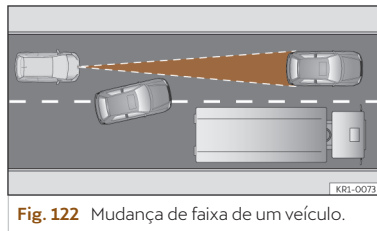

Fig. 122 Mudança de faixa de um veículo.
- Veículos que mudem para a faixa na qual circula a pouca distância do veículo >>> **Fig. 122.**